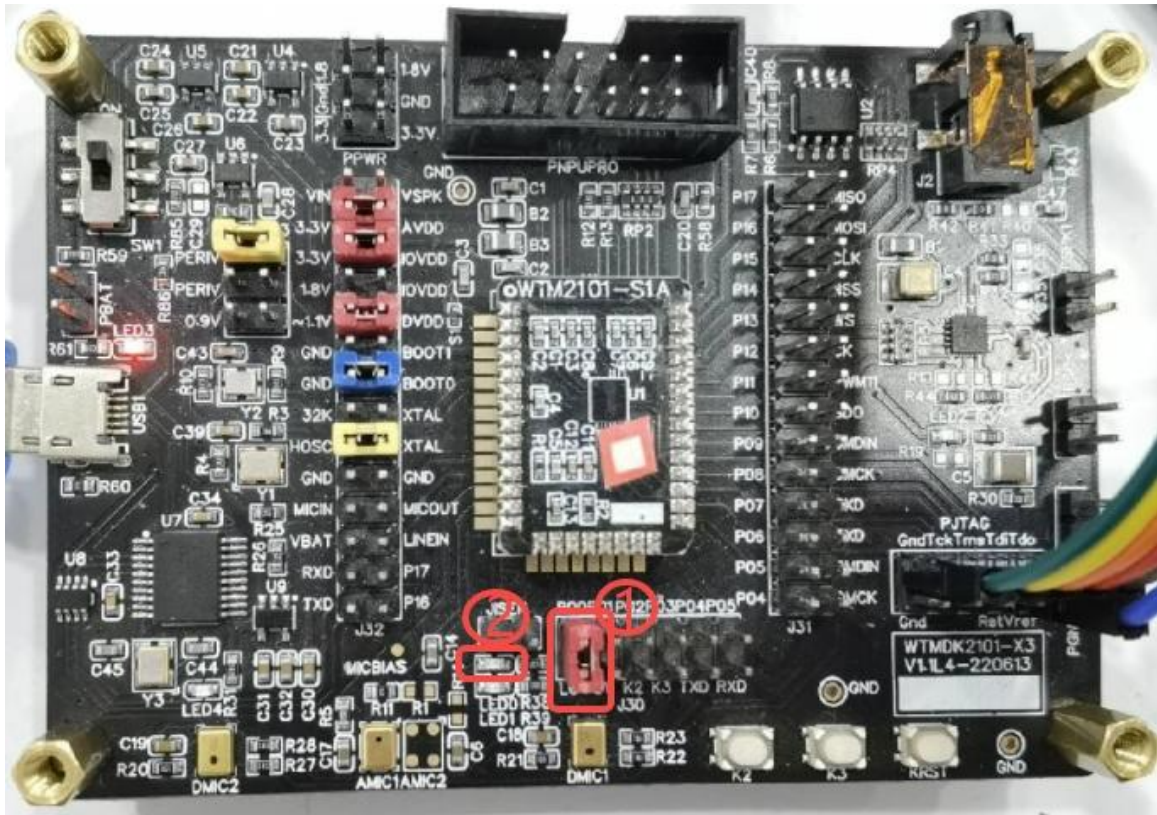

图 3-6 WTM2101-X3 开发板 LED 连接图
将 WTM2101 GPIO0 与 LED0 使用跳冒连接（图 3-6 中①所示），可以观察到 LED0 闪烁（图 3-6 中②所示）。